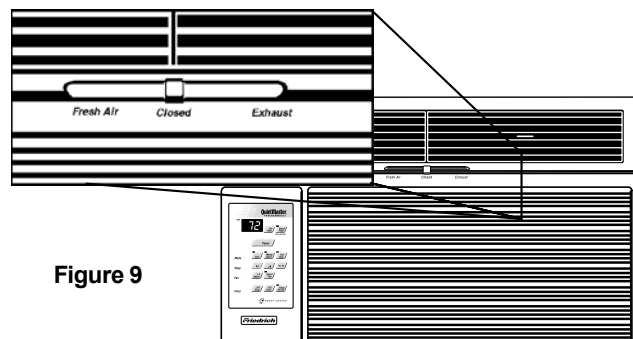

Figure 9
- ② **FRAIS** - Appuyez sur le bouton **Cool** pour passer automatiquement au mode de fonctionnement COOL.
- ③ **VENTILATEUR SEULEMENT** - Appuyez sur le bouton **Fan Only** si vous désirez faire fonctionner le ventilateur seulement. Vous voudrez peut-être utiliser cette fonction avec le levier **Fresh Air / Exhaust** pour faire entrer de l'air de l'extérieur dans la pièce ou pour évacuer l'air vicié. (La fonction **Fresh Air / Exhaust** est située à l'avant du climatiseur près du haut. Voir la figure 9 à la page 43.)
- ④ **MoneySaver®** - Appuyez sur le bouton MoneySaver® pour activer la fonction MoneySaver®. Cela permet de synchroniser le ventilateur avec le compresseur de manière à ce que le ventilateur ne fonctionne pas constamment.
Le réglage **Fan Only** peut aussi être utilisé avec le réglage d'échappement d'air (EXHAUST) pour évacuer l'air vicié ou de la fumée d'une pièce; ou il peut être utilisé avec le réglage **Fresh Air** pour faire entrer de l'air de l'extérieur dans la pièce. Cela est particulièrement utile au printemps et à l'automne lorsque le refroidissement peut ne pas être nécessaire. Les commandes **Fresh Air** et **Exhaust** se trouvent dans la zone supérieure d'échappement d'air. La position centrale de cette commande est la position normale ou fermée, qui recycle l'air pour un rendement maximal dans le mode de refroidissement (voir la figure 9).
Les commandes **Fresh Air** et **exhaust** se trouvent dans la zone supérieure d'échappement d'air (voir la figure 9, page 43). La position centrale de cette commande est la position normale ou fermée, qui recycle l'air pour un rendement maximal dans le mode de refroidissement.
Votre climatiseur a la capacité de faire entrer de l'air frais dans la pièce ou d'évacuer l'air vicié hors de la pièce. Le levier de contrôle se trouve dans la partie supérieure de l'unité (voir la figure 9).